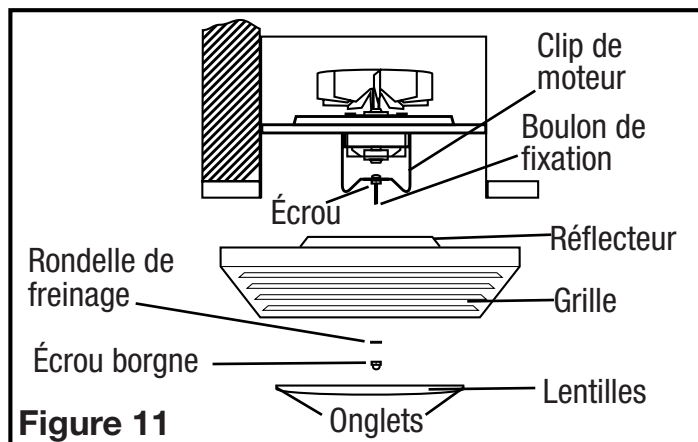

Figure 11
2. Installer la grille/ la lentille/ le réflecteur de la lumière, en enlevant d'abord les lentilles de la grille (il y a deux onglets de chaque côté qui tiennent en place la lentille). Ensuite, enlever l'écrou borgne et la rondelle de sécurité qui sont installés sur le boulon de montage du réflecteur dans le châssis du ventilateur. Ajuster la hauteur du boulon de montage du réflecteur pour que la grille soit bien serrée contre le plafond fini et à moins de 0,6cm (1/4po) du boulon de montage du réflecteur en saillie au travers du réflecteur. Serrer en position le boulon en serrant l'écrou installé en usine contre le clip du moteur (**Figure 11**).